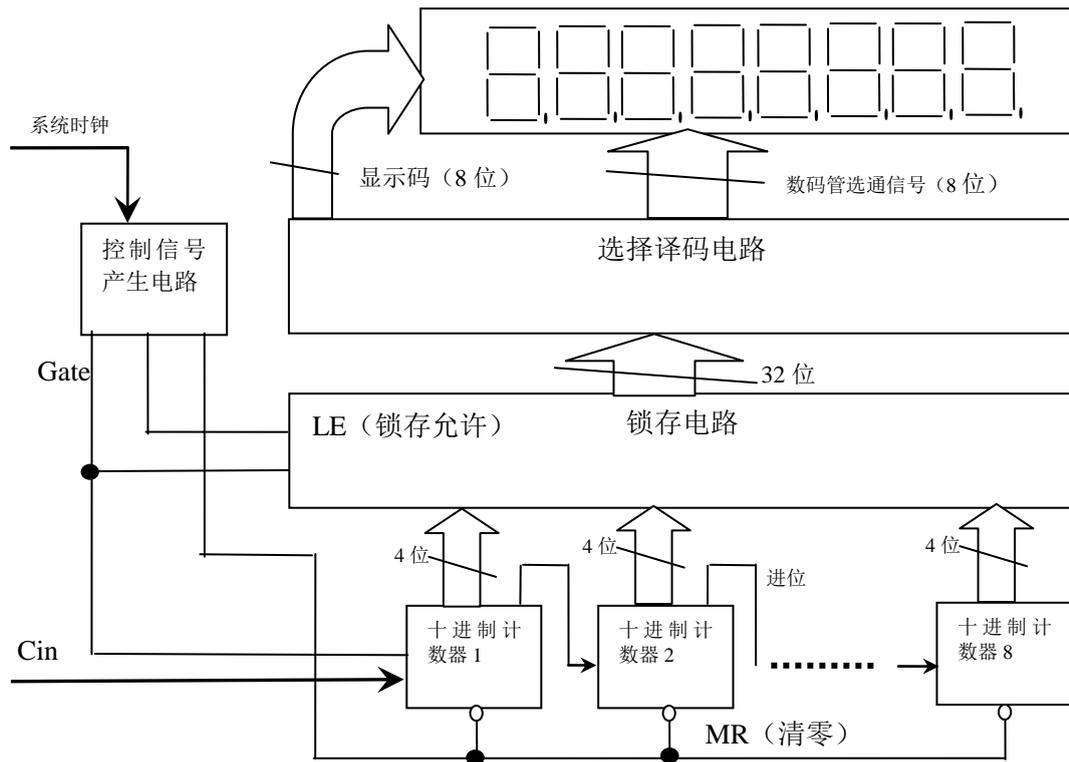
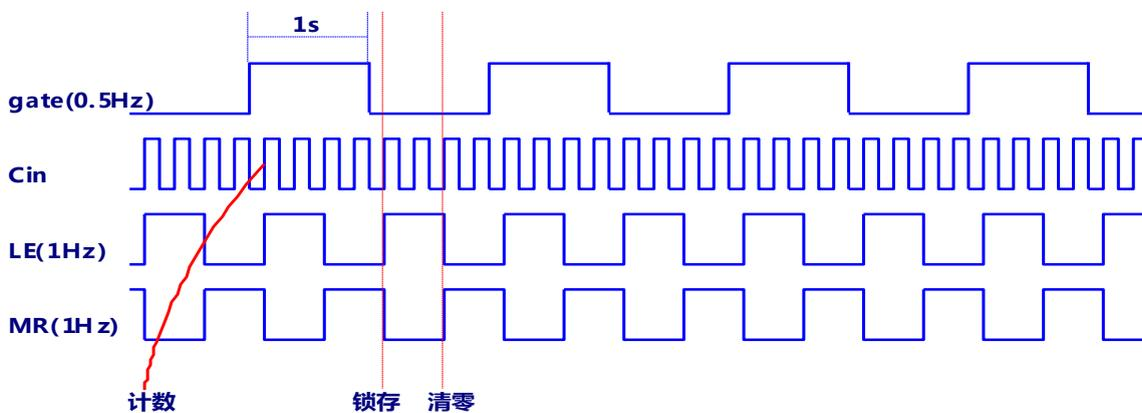

图 4.1 数字频率计框图
图 4.2 各信号之间的时序关系
数字频率计框图如图 4.1 所示。由控制、计数、锁存、译码显示四部分组成。工作原理为：控制信号产生电路对系统时钟分频后产生 0.5Hz 的门控信号 gate，锁存允许信号 LE，清零信号 MR。当 gate 为高电平时，计数器对被测信号 cin 进行计数；1s 后 gate 变为低电平，计数器停止计数；当 gate 为低电平、LE 上升沿这两个条件同时满足时，锁存电路将 32 位计数结果锁存送译码显示电路；当 gate 为低电平、MR 上升沿这两个条件同时满足时，计数器清零，为下一次计数做准备。各信号之间的时序关系见图 4.2 所示。
1、控制信号产生电路：根据选定的输入时钟信号设定分频系数，要求输出 0.5Hz 门控信号 gate、1Hz 锁存允许信号 LE 和 1Hz 清零信号 MR。这几个信号控制整个系统的工作，非常关键，要求先锁存后清零，否则计数结果可能丢失，参考时序图 4.2 所示。